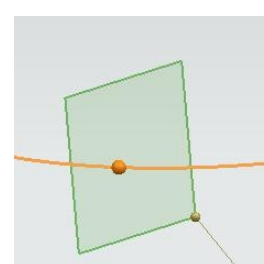

рис.49
- **Вспомогательной плоскостью** (рис.49)